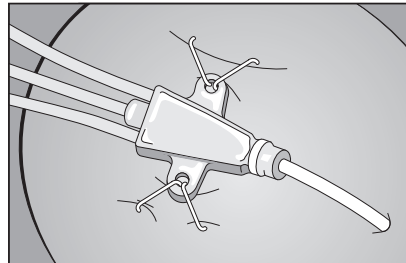

Figura 2
4. Apriete firmemente el dispositivo de anclaje para cerrar la grapa y fijar el catéter a la piel (consulte la figura 2).